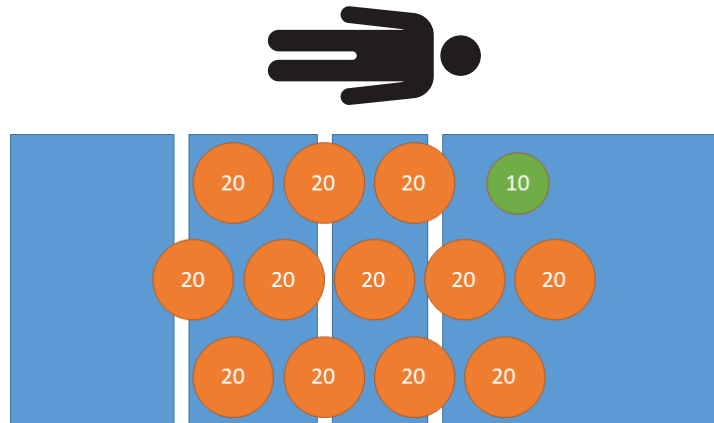

Figura 23 – Prueba de funcionamiento del peso - 250 kg
6. Con ayuda de pesos calibrados, coloque 250 kg en el producto (Figura 23).